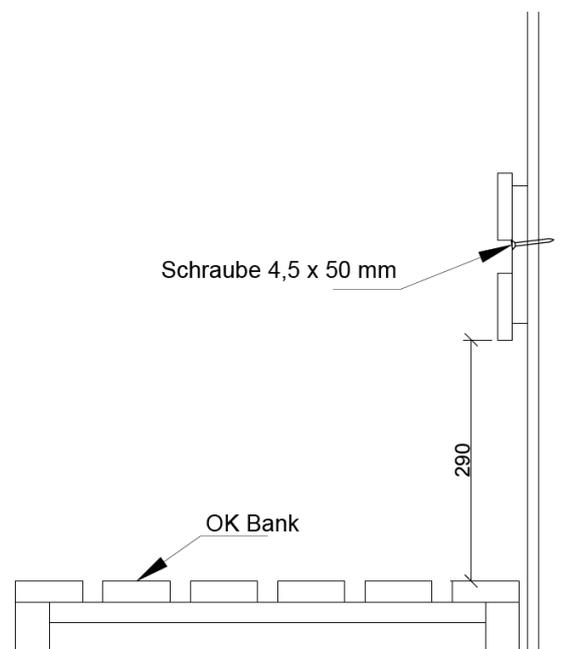

Abbildung 22
3. Knapp unter oberer Leiste in der Mitte der Lasche leicht schräg nach oben anschrauben (4,5 x 50 mm) (Abbildung 22).